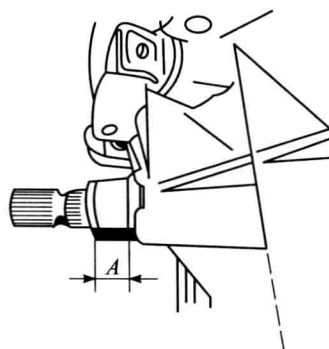

图 1—23 橡胶防尘套的安装
5) 安装拉索式离合器驱动臂，通过调整螺母（见图 1—18），可以调整离合器踏板的自由行程。